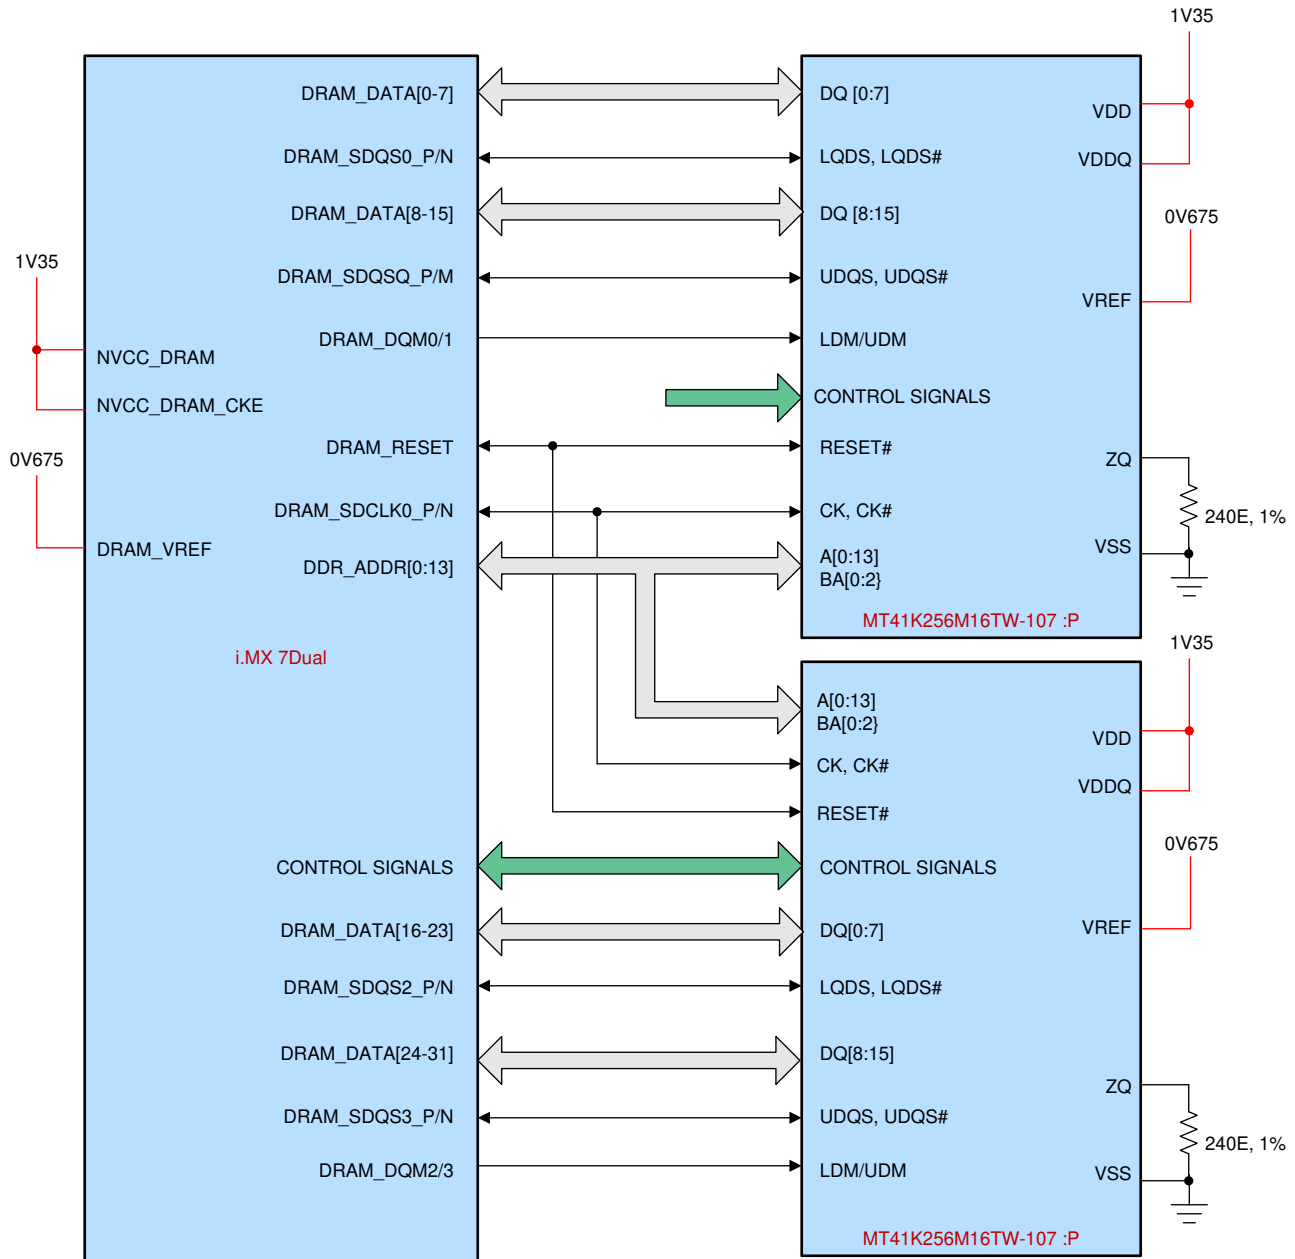

图 2-2. DDR3L 接口
i.MX 7Dual 具有专用的 DDR 存储控制器，支持 LP-DDR2、DDR3、DDR3L 和 LPDDR3，所有这些控制器仅支持 1066 MT/s 的数据速率。本设计提供两个 4GB x16 (1GB) DDR3L 存储器。Micron® 的 MT41K256M16TW-107:P 是一款 4GB DDR3L SDRAM，目前用于本设计。本设计使用两个 DDR3L 存储器，同时提供该设计所需的 1GB 存储器。存储器接口包含两个通道的 16 位数据信号以及共享命令和地址信号。图 2-2 显示了 DDR 接口。